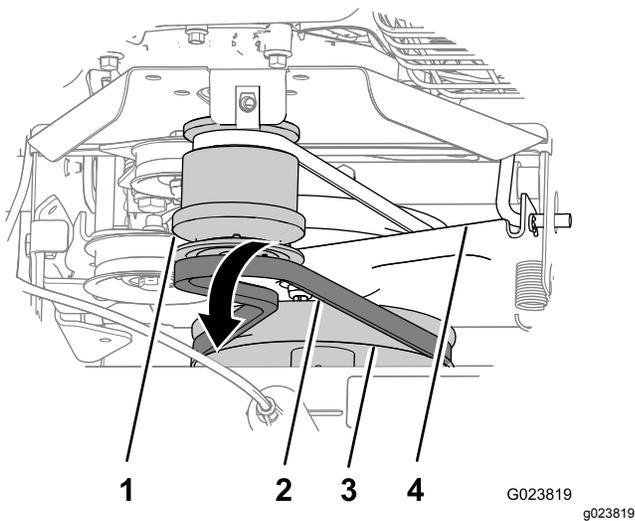

Figure 40
3. Avancez la courroie et placez-la dans la gorge avant de la poulie du moteur (Figure 40).
4. Déchaussez la courroie de la poulie du boîtier d'entraînement, déplacez la courroie en arrière entre la poulie et le support de la commande de déplacement, et déposez la courroie de la machine (Figure 40).
1. Alignez la courroie de remplacement entre la poulie et le support de la commande de déplacement (Figure 40).
2. Glissez la courroie dans la gorge au fond de la poulie du boîtier d'engrenages du balai (Figure 40).
3. Chaussez la courroie dans la gorge avant de la poulie du moteur (Figure 40).